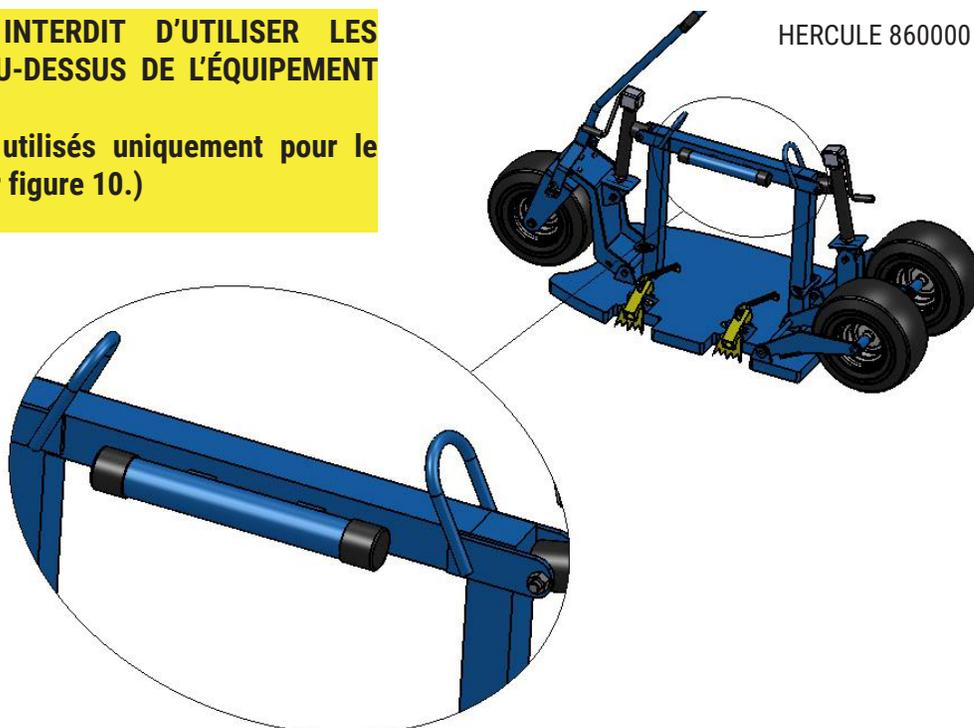

Figure 10
Le système d'ancrage mobile HERCULE est muni de deux anneaux de levage situés sur le dessus de son châssis. Ces anneaux doivent être utilisés uniquement avec des élingues ou des crochets de levage. En aucun cas ces anneaux ne doivent servir de points d'ancrage pour les utilisateurs. (Voir figure 10)
**(Ces anneaux doivent être utilisés uniquement pour le levage de l'équipement – voir figure 10.)**